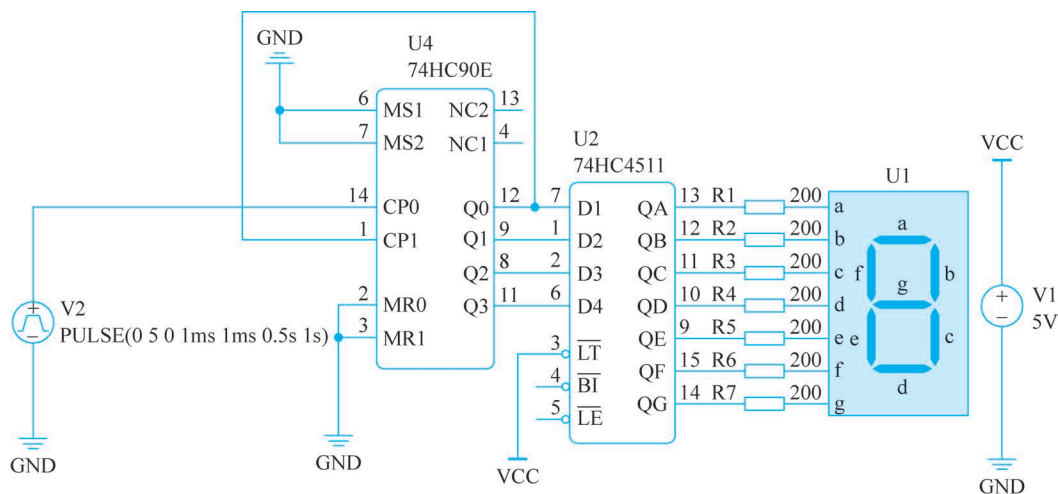

图 3-28 绘制 7 段数码管显示电路原理图
(2) 从“仿真库”中搜索并添加 74HC4511 器件,在常用库中找到并放置电阻、七段数码管等元器件,并将其按照图 3-28 所示的位置进行放置。
(3) 从常用库中的电源中找到电压源_直流源和电压源_脉冲源,并按照图 3-28 所示的位置进行放置。
(4) 单击主界面“电气工具”栏内的标识符 VCC 和 GND 按钮,将 VCC 和 GND 按照图 3-28 所示的位置进行放置。
(5) 单击主界面“电气工具”栏内的“导线”按钮,将这些元器件和电压源按照图 3-28 所示的方式进行连接。